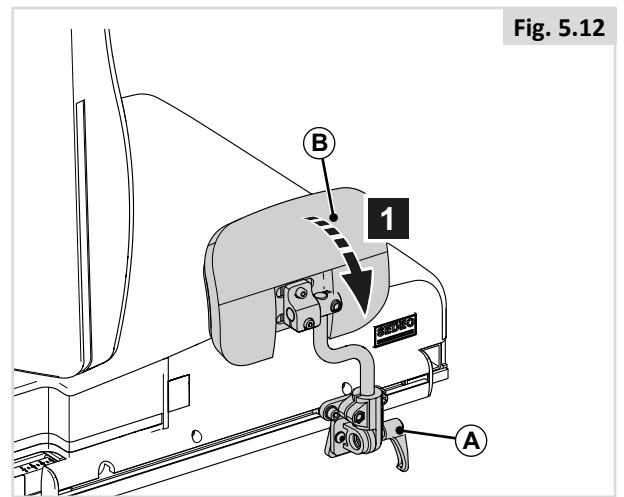

Fig. 5.12
5.7 Soporte de rodilla / soporte de muslo (Fig. 5.12)